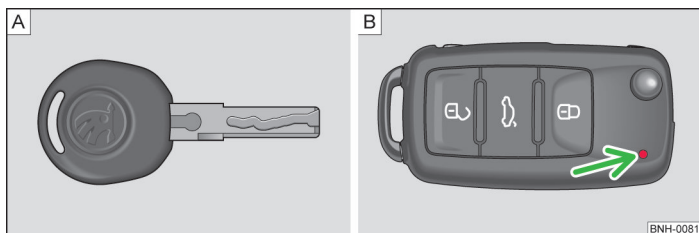
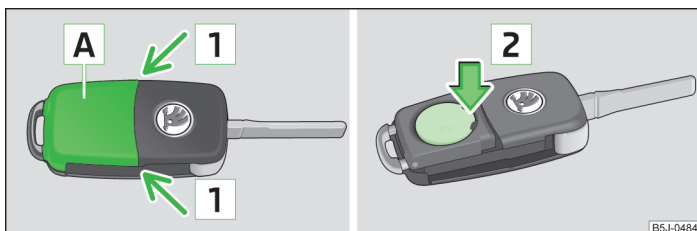

Fig. 8 Cheie fără comandă de la distanță / cheie cu comandă de la distanță (cheie cu telecomandă)
Fig. 9 Cheia cu telecomandă: îndepărtarea capacului/extragerea bateriei
La livrarea autovehiculului primiți două chei. În funcție de echipare, autovehiculul dumneavoastră poate fi echipat cu chei fără comandă de la distanță » fig. 8-A sau cu chei cu comandă de la distanță » fig. 8-B.
Fiecare cheie cu telecomandă conține o baterie, care se găsește sub capacul **A** » fig. 9. Când bateria este descărcată, după apăsarea unei taste, lampa de control de culoare roșie » fig. 8 la pagina 26 - **B** de pe cheia cu telecomandă nu luminează intermitent. Vă recomandăm să vă adresați unei unități autorizate pentru înlocuirea bateriei cheii. Dacă doriți totuși să înlocuiți singur bateria descărcată, procedați în felul următor:
- Apăsăți capacul bateriei cu degetul mare sau cu o șurubelniță cu vârf plat, în locurile marcate cu săgețile **1** » fig. 9.